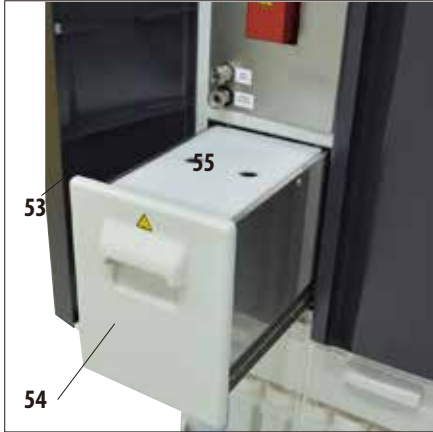

Bild 37
- Paraffinstationen (54) finns bakom instrumentets vänstra lucka (53), under retorten (bild 37). Med paraffinstationen säkerställs att det alltid finns färsk, flytande paraffin för paraffinbadet. Stationen rymmer 5 liter flytande paraffin.